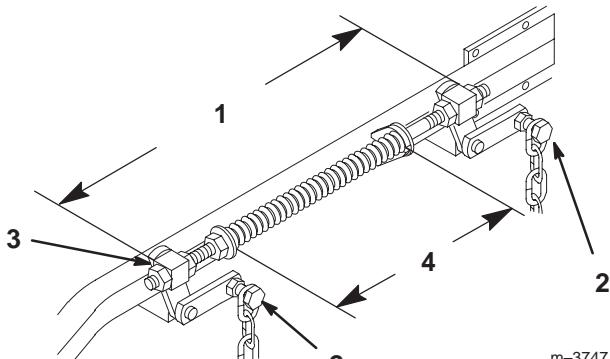

Figure 65
6. Desserrez les 4 boulons de chaîne supérieurs dans les fentes. Vérifiez la longueur des ensembles tige/pivot. Il doit exister un écart de 496 mm (19-17/32") entre l'extérieur du pivot arrière et l'extérieur du pivot avant (Fig. 65). Vérifiez que les quatre pivots bougent librement dans les trous.
- Les ressorts sont comprimés pour obtenir un écart de 279 mm (11") entre les deux grandes rondelles (Fig. 65).
- Tournez l'écrou devant chaque ressort pour obtenir le réglage voulu (Fig. 65). Tournez l'écrou dans le sens horaire pour raccourcir le ressort et dans le sens anti-horaire pour l'allonger.